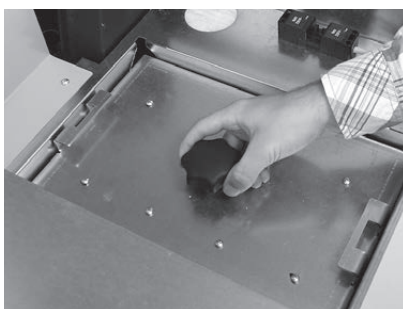
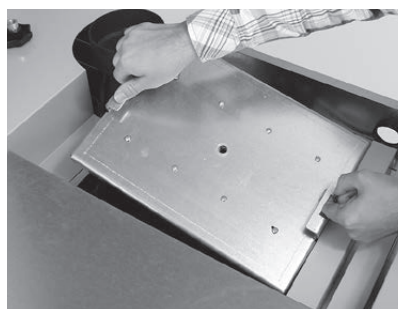

Fig. 68 Dévisser le raccord fileté
Fig. 69 Retirer le couvercle
- ▶ Tourner le raccord fileté du couvercle et le retirer – Fig. 68, Fig. 69.